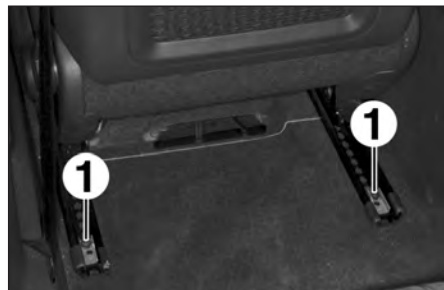

FIG.6
- Déposer les vis arrière (1) du siège (Fig.6).